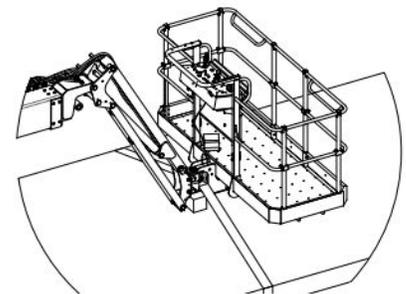

Figura 31 Amarração da plataforma
8. Coloque o bloco sob o girador de plataforma e abaixe lentamente o girador sobre o bloco e fixe no lugar. A correia deve estar presa por debaixo das mangueiras e cabos a fim de evitar danos à MEWP (consulte a Figura 31). Não use força em demasia quando fixar a plataforma.